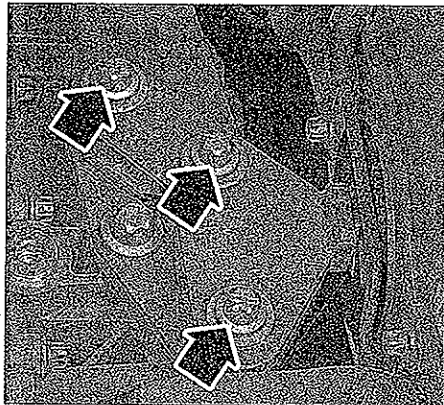

FIG. 7
- Desmontar los 3 tornillos del soporte de caja de velocidades izquierdo (fig. 7).